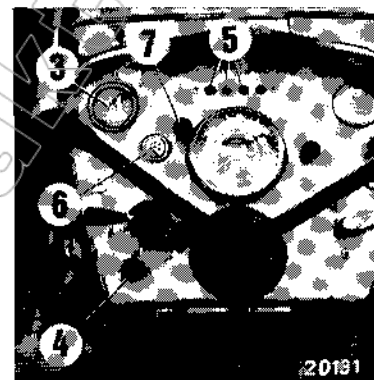

Bild 11
Der Glühüberwacher ⑥ dient zur Kontrolle der Vorglüh-anlage (Bild 11).
Die Funktion des Blinklichtes wird durch 3 rote Leuchten ⑤ (Bild 11) angezeigt.
Der Knopf ⑦ (Bild 11) dient zum Einschalten der Warnblinkanlage. Beim Einschalten leuchten alle Blinkleuchten (auch an den Anhängern) in bestimmten Intervallen gleichzeitig auf.